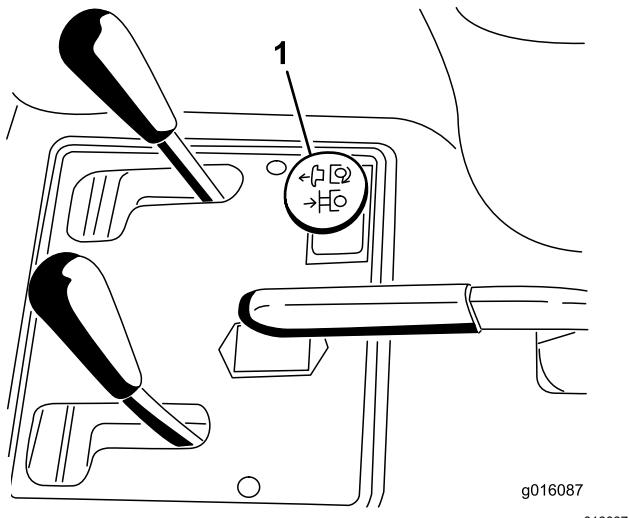

Figura 12
3. Innestate la lama tirando verso l'alto la manopola di comando dell'impianto idraulico remoto (Figura 12).
- Disinnestate la lama spingendo verso il basso la manopola di comando dell'impianto idraulico remoto (Figura 12).